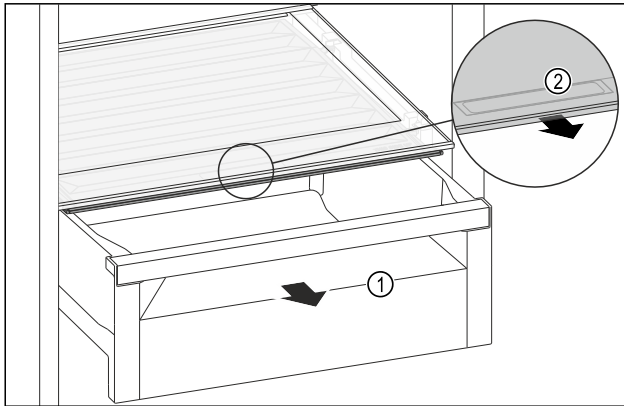

Fig. 146
- ▶ Estrarre il cassetto Fig. 146 (1).
- ▶ Afferrare la maniglia incassata Fig. 146 (2) sul coperchio dello scomparto e tirare allo stesso tempo in avanti il coperchio dello scomparto.